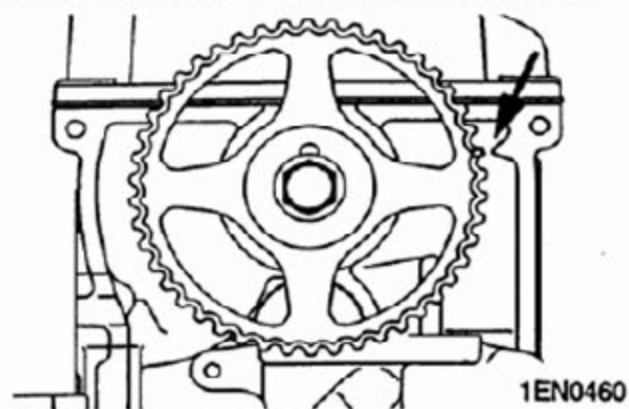

图 3-12
- A).如图 3-12 将凸轮轴正时记号与气缸盖的正时记号对准。